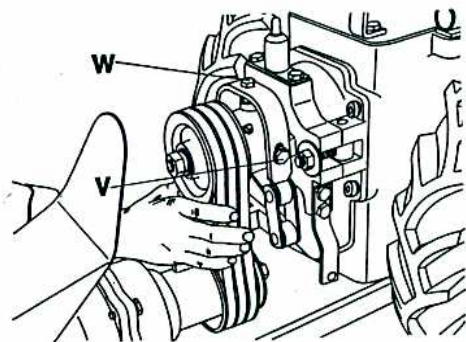

Fig. 14
13. Kilereimane (Fig.14)
For lite og for mykje straming kortar kilereimane si levetid. Før eller sidan må reimane etterstramast når dei tek til å slira på kilereimskivene. Ein kontrollerar spenningi med hendene, slik som vist på fig.14. Reimane skal kunna trykkjast mot ein annan ca.5 mm. frå kvar sida.